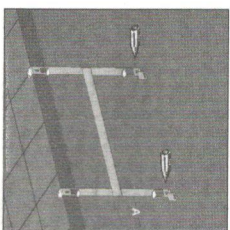

Fig. 1
1. Presentar el soporte mural en el suelo en la posición en que lo vamos a colocar y marcar en la pared el agujero superior del tornillo en el soporte a ambos lados. (fig. 1)